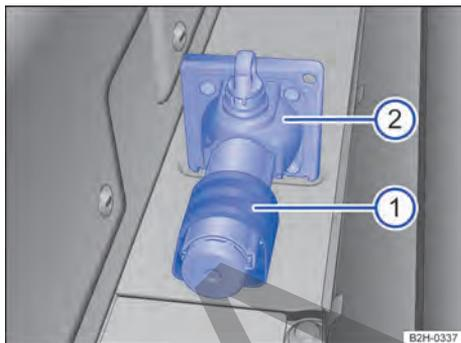

Fig. 138 Detrás del respaldo del asiento trasero: críque.
- Suelte los cierres de velcro → Fig. 138 (1) y retire el críque (2).